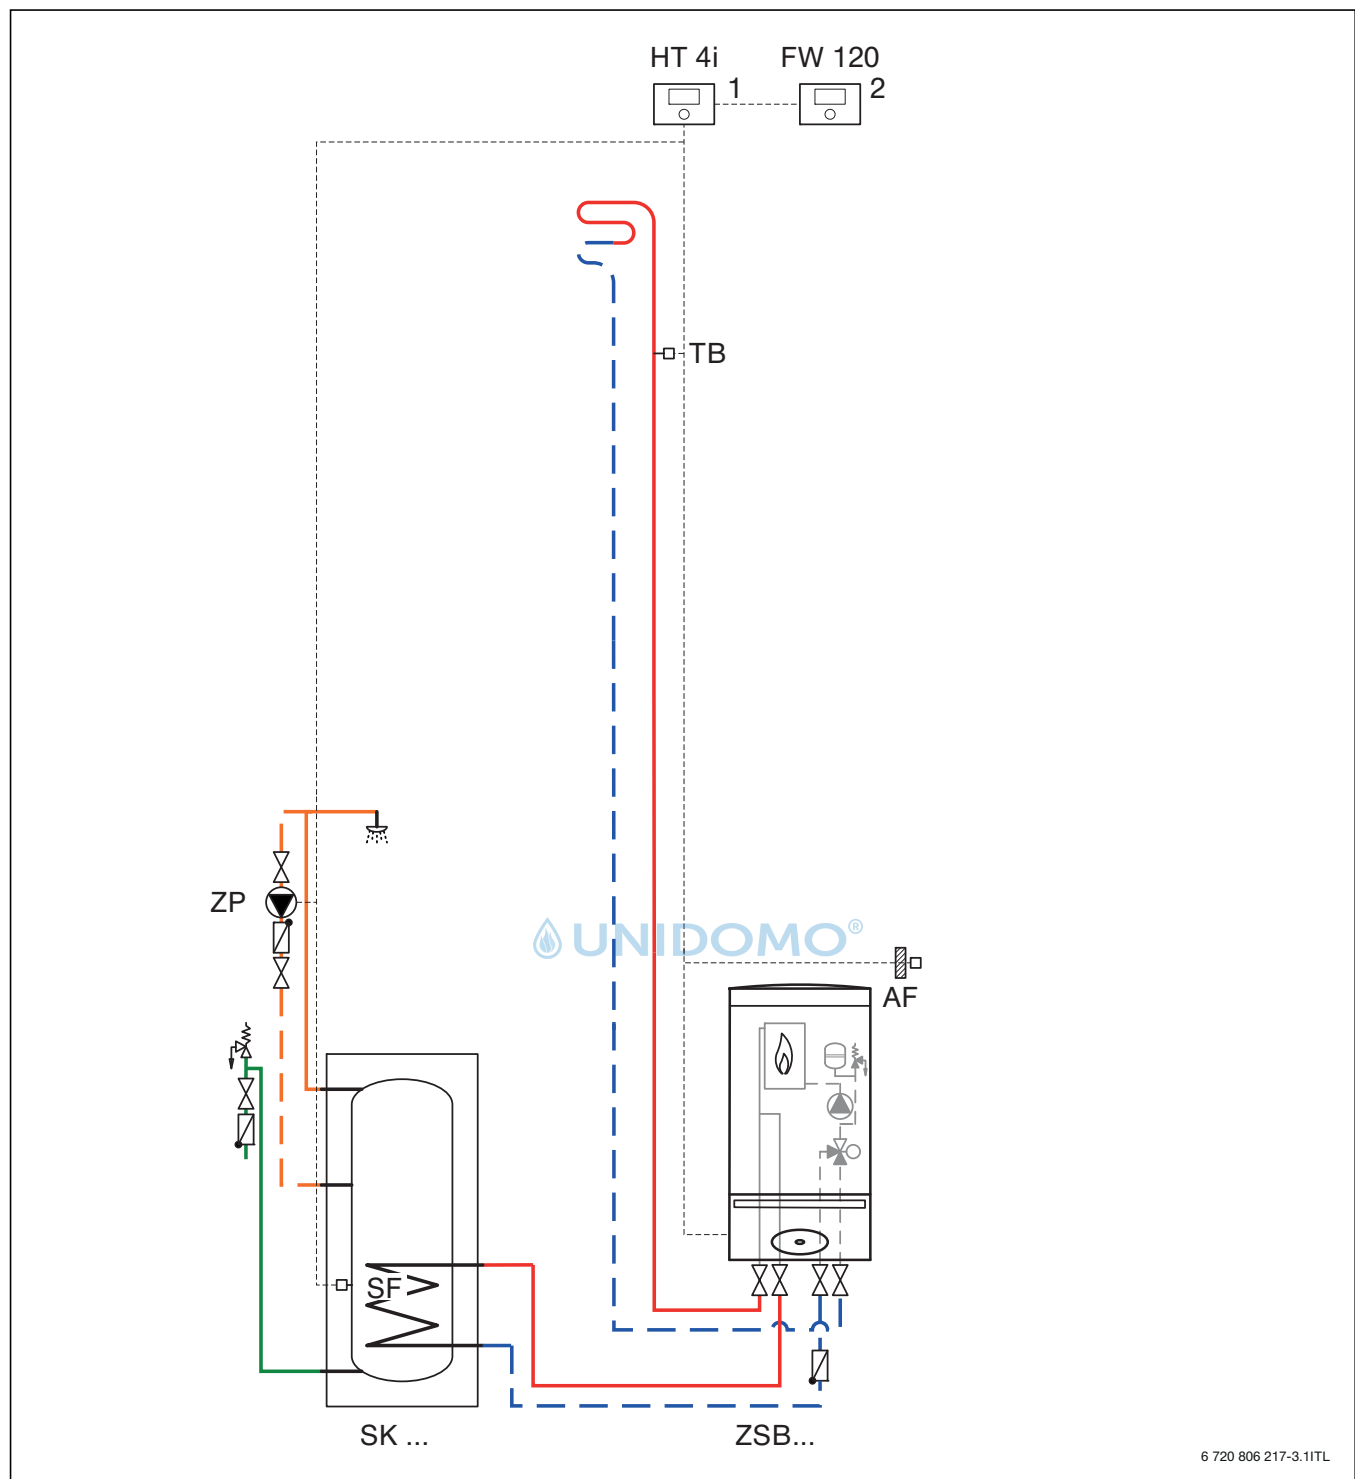

Bild 3 Beispiel mit außentemperaturgeführtem Regler FW 120 und Fußbodenheizung bis 900 l/h
- Einsatz einer hydraulischen Weiche bei sauerstoffdichtem Rohr: bei Fußbodenheizungen mit einer Wassermenge unter 900 l/h kann die hydraulische Weiche wie in Bild 3 entfallen (siehe dazu auch Merkblatt für Fußbodenheizungen 7 181 465 172).